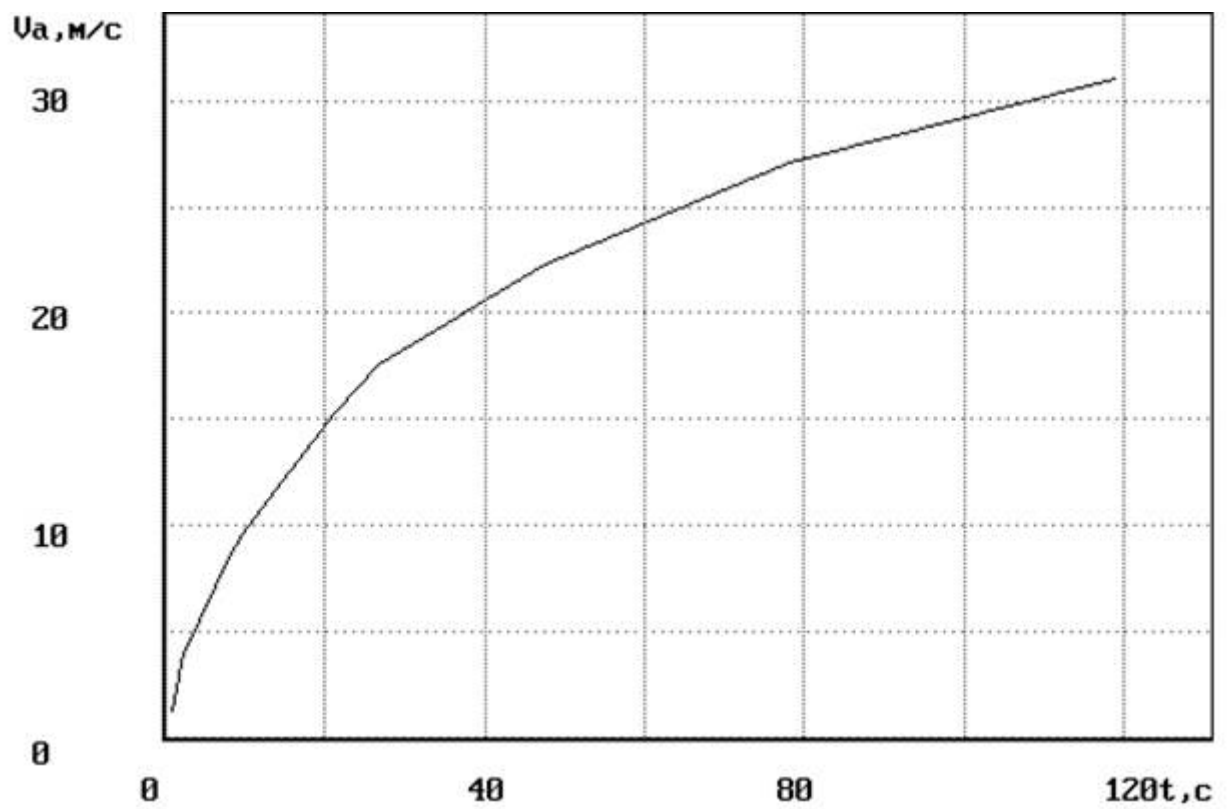

Рисунок 6—Графік часу розгону
31. Визначити час та путь розгону АТЗ зі швидкості V_1 км/г до V_2 км/г за допомогою графіків (рис. 6, 7).